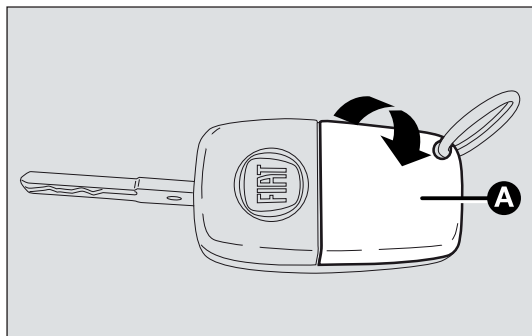

fig. 8
- ☐ aprire lo sportellino A-fig. 8 fissato a pressione agendo nel senso indicato dalla freccia